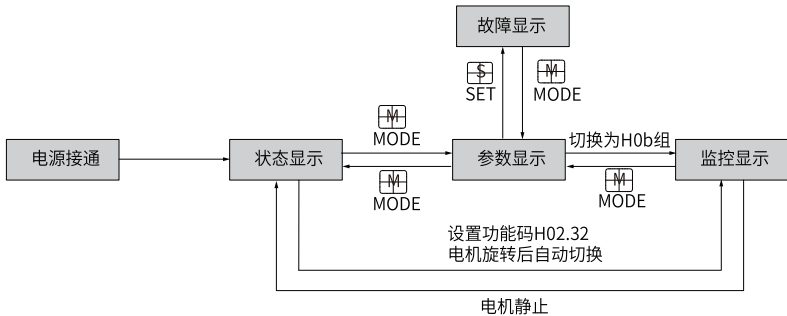

图1-2 面板各类型显示切换方法示意图
- 按“MODE”键可在不同显示模式之间切换，切换条件如 第13页“图1-2”所示。